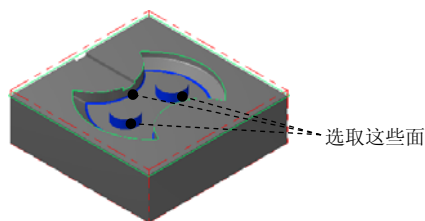

图 22.26 选取干涉面
(2) 单击 **干涉面** 区域中的  按钮，选取图 22.26 所示的面为干涉面（共 10 个），然后按 Enter 键，系统返回至“刀具路径的曲面选取”对话框。